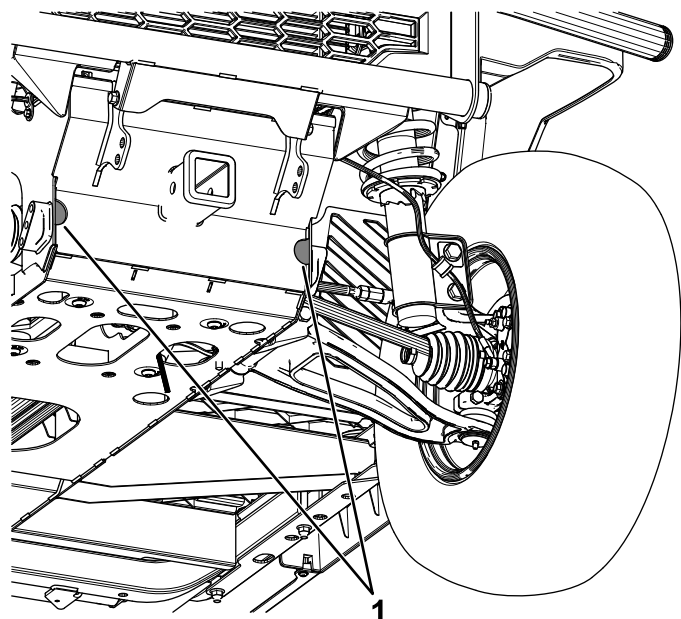
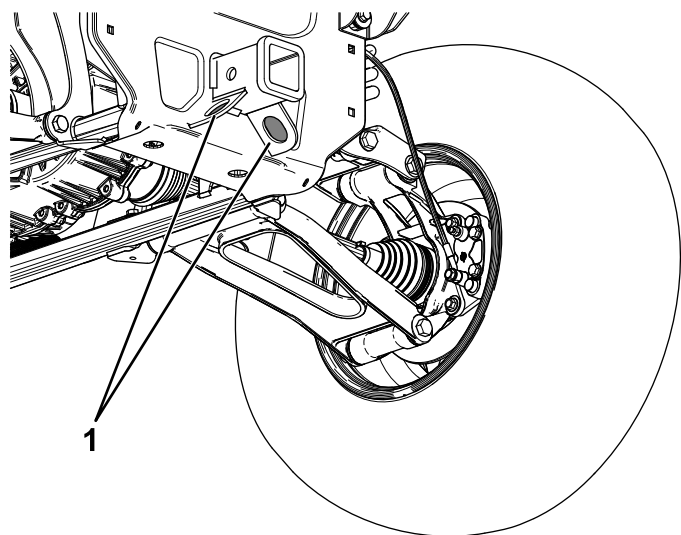

Figura 74
Figura 75
Vedere Figura 74 e Figura 75 per conoscere la posizione dei punti di attacco sulla macchina.
1. Fissate una fune di traino al timone sulla parte anteriore del telaio della macchina (Figura 74).